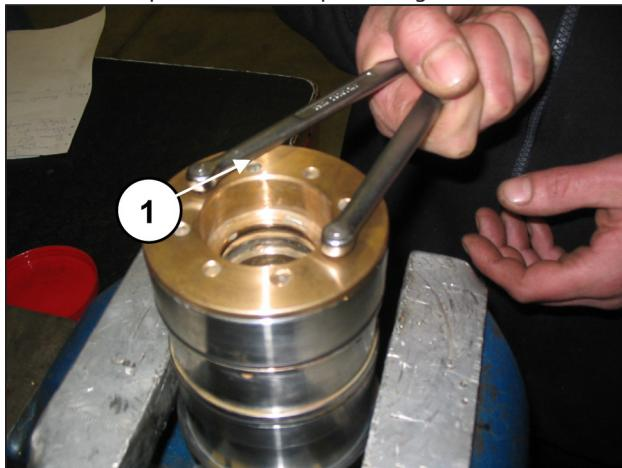

Fig. 169
Separare il supporto guarnizioni dalla camicia mediante l'utilizzo di una chiave a compasso con naselli tondi Ø5, reperibile sul mercato, (pos. ①, Fig. 169) e svitare il supporto fino a sua completa estrazione (pos. ②, Fig. 170).